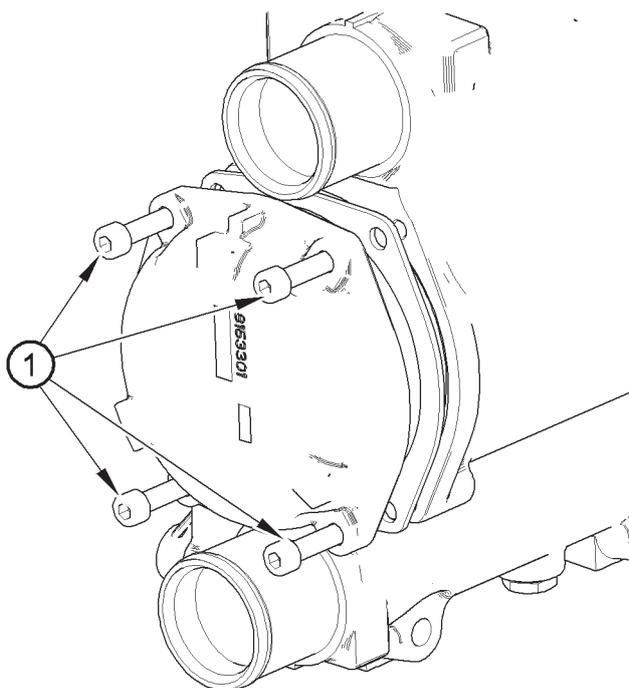

Figura 15
5. Quite la tapa del extremo soltando los tornillos (Figura 15, elemento 1).